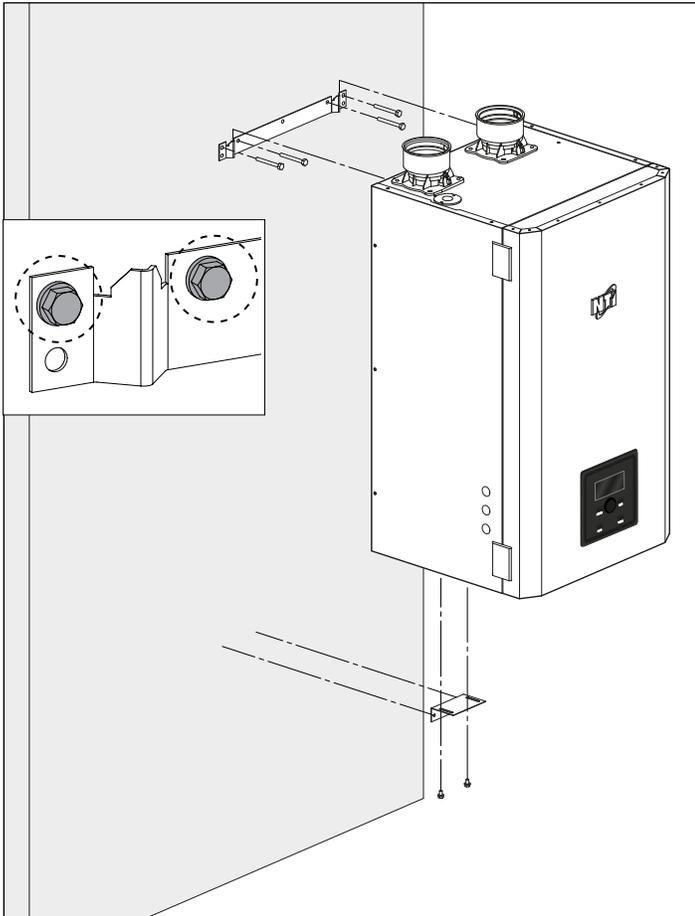

Figure 5 - Installation sur un mur en béton
1. Installez le support de montage mural supérieur sur le mur en béton. Assurez-vous que le support est à niveau. Utilisez ensuite le support comme gabarit pour marquer quatre (4) trous de perçage sur le mur, deux (2) sur chaque côté du support. Pour plus d'informations, reportez-vous à la figure 5.